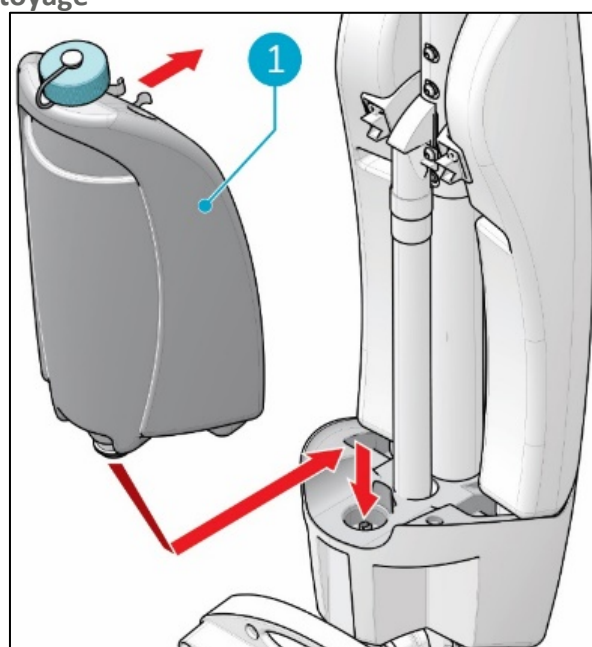

Figure 14
5. Placez le réservoir sur l'i-mop XL Basic avec la valve en premier (Figure 14, pos 1).